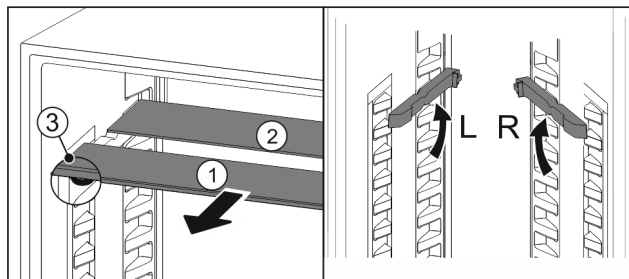

Fig. 120
- Издърпайте Fig. 120 (1) поотделно стъклените плочи напред.
- ▷ Стъклената плоча Fig. 120 (1) с декоративната лайстна е отпред.
- ▷ Ограничителите Fig. 120 (3) сочат надолу.